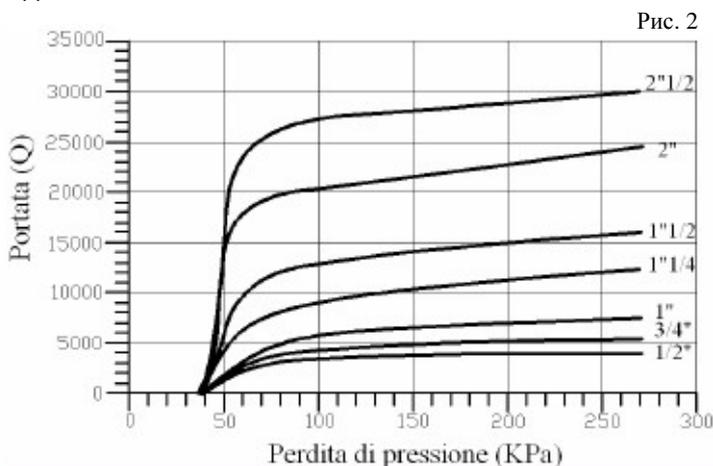

Рис. 2
При открытии крана, вентиль (1) перемещается вниз открывая проход воде. Это происходит из-за силы давления пружины на диафрагму (2) которая в данных условиях становится преобладающей в сравнении с силой воды. При увеличении расхода воды, увеличивается проток воды внутри редуктора из-за уменьшения давления которому обычно подвергнут вентиль (1). При открытии нескольких кранов происходит падение давления ( $\Delta p$ ) на выходе, и последующее увеличение расхода ( $Q$ ) как показано на рис. 2.